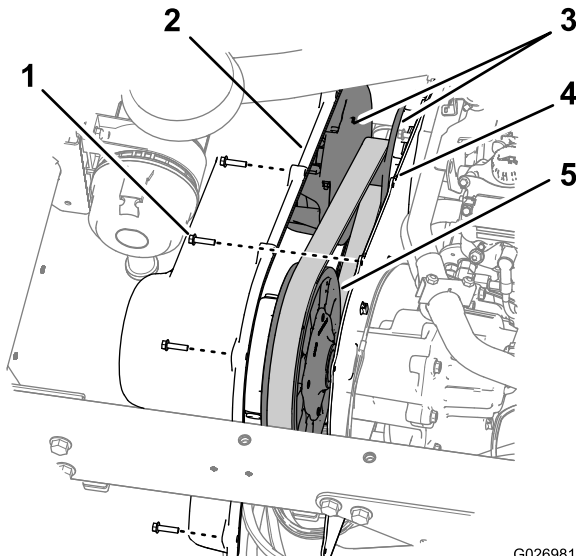

図 74
1. トランスミッションカバーをトランスミッション取り付けプレートに固定している六角ワッシャねじ9本1/4 x 1インチを外す 図 74。
5. トランスミッションカバーの穴を、取り付けプレートの穴に合わせる 図 74。
6. カバーを取り付けプレートに固定する 図 74 ステップ 1 で取り外した六角ワッシャねじ9本1/4 x 1インチを使用し、10.212.4Nm 1.01.3kg.m = 90110in-lb にトルク締めする。